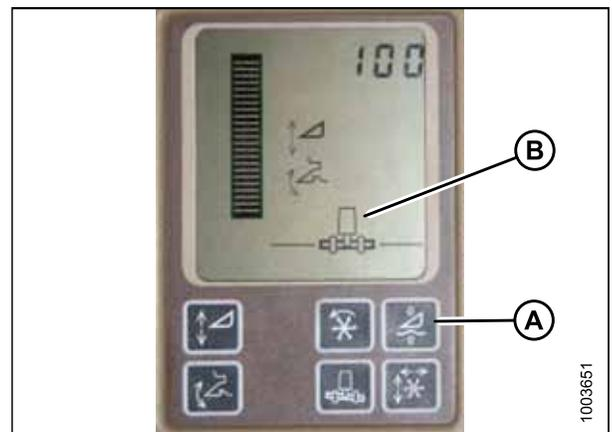

Figura 3.321: Monitor da colheitadeira John Deere
NÃO utilize a função de flutuação ativa da plataforma (A) combinada ao controle automático da altura da plataforma (AHC) MacDon. Um sistema neutralizará o outro. O símbolo da plataforma (B) em exibição **NÃO** deve ter linha ondulada abaixo dele e deve se parecer exatamente como mostrado na Figura 3.321, página 211 do monitor de controle ativo da plataforma.